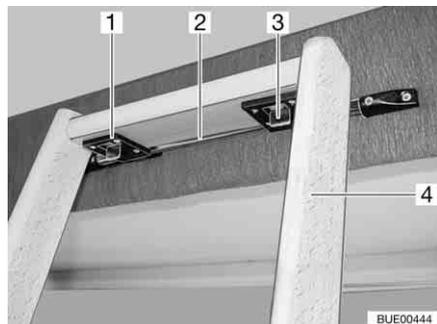

Fig. 101 Escalera de ascenso, bloqueo
- Colgar la escalera de ascenso (Fig. 101,4) con los dos ganchos (Fig. 101,1) en la barra (Fig. 101,2) en los aros de la cama elevada.
- Correr los dos bloqueos (Fig. 101,3) hacia adelante.